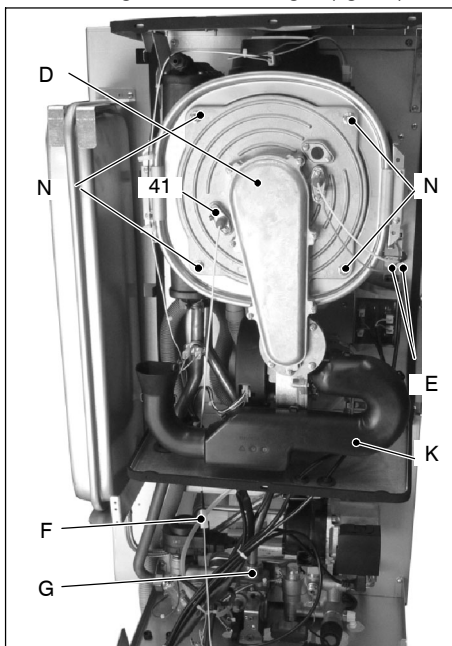
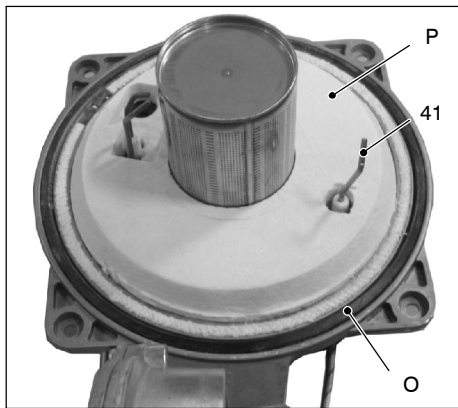

fig. 9.6
fig. 9.9
Rimozione del gruppo bruciatore ventilatore D (fig. 9.6)
- 2 Scollegare i cablaggi E degli elettrodi di accensione e quello di rivelazione F (fig. 9.6)
- 3 Svitare il girello G del tubo gas (fig. 9.6)
- 6 Sganciare il tubo silenziatore K (fig. 9.6) ad incastro.
- 8 Rimuovere i dadi N (fig. 9.6) ed estrarre il gruppo bruciatore ventilatore D (fig. 9.6).
- 9 La guarnizione in silicone O (fig. 9.9) della parete frontale della camera di combustione deve essere cambiata se deteriorata e comunque deve essere obbligatoriamente sostituita ogni 2 anni.
- 10 L'elettrodo di rivelazione 41 in fig. 9.9 – fig. 9.6 funge anche da sensore per il corretto scarico della condensa.
l'elettrodo di rivelazione 41 in fig. 9.9 – fig. 9.6, questo manda in blocco di sicurezza la caldaia.
Pertanto se si trovano i coibenti P in fig. 9.9 e Q in fig. 9.10 bagnati o deteriorati provvedere alla sostituzione.
**Attenzione per rimontare eseguire le operazioni effettuate in senso inverso, stando attenti a non rovinare la guarnizione OR del tubo gas quando si inserisce il tubo nell'aerotech ed eseguire la prova di tenuta gas dopo aver stretto il girolo G del tubo gas (fig. 9.6)**